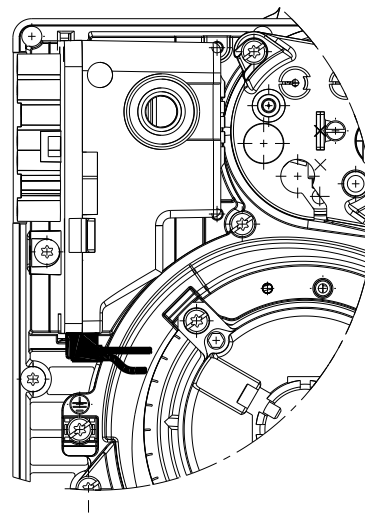

Рис. 20
- Проверьте правильность установки соединительных разъемов, следуя символам на нижней части блока контроля пламени: убедитесь, что разъемы полностью вставлены, задвинув их до упора, каждый в свое положение. Для всех разъемов соединительные кабели должны быть направлены внутрь горелки (см. Рис. 20).